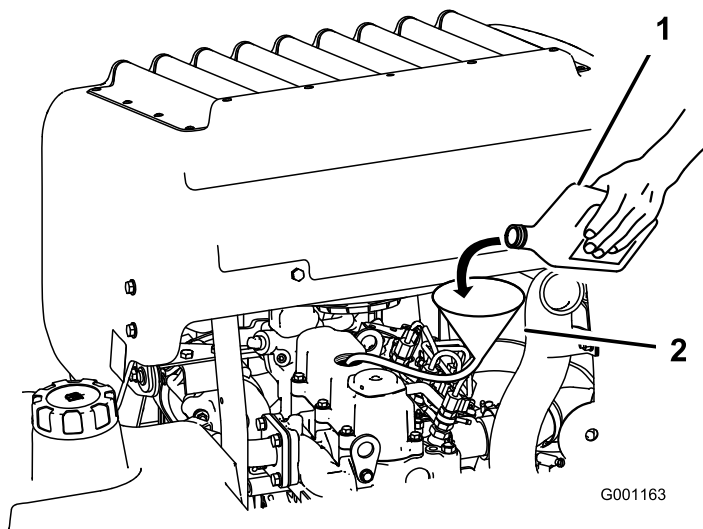

Figura 53
- Utilice un tubo y un embudo para añadir aceite a la máquina (Figura 53).